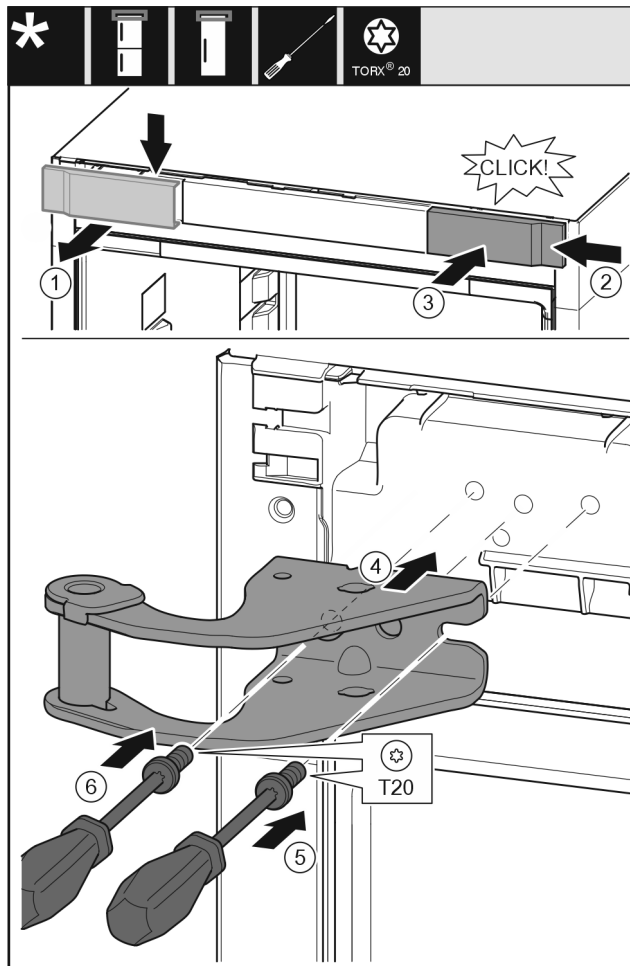

Fig. 13
- ▶ Αφαιρέστε το κάλυμμα από επάνω προς τα εμπρός. Fig. 13 (1)
- ▶ Αναρτήστε το κάλυμμα υπό γωνία 180° στην άλλη πλευρά από δεξιά. Fig. 13 (2)
- ▶ Κουμπώστε το κάλυμμα. Fig. 13 (3)
- ▶ Τοποθετήστε το επάνω στήριγμα. Fig. 13 (4)
- ▶ Τοποθετήστε τη βίδα με κατσαβίδι T20 και σφίξτε τη. Fig. 13 (5)
- ▶ Τοποθετήστε τη βίδα με κατσαβίδι T20 και σφίξτε τη. Fig. 13 (6)